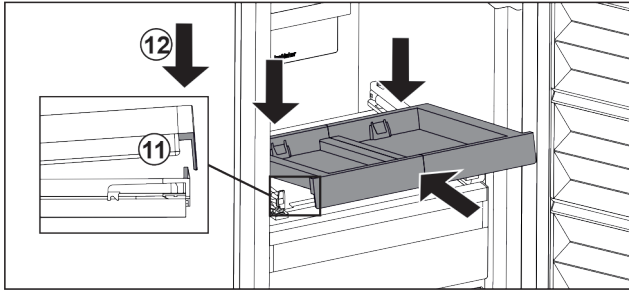

Fig. 173
- ▶ 倾斜推入。确保两侧的挡块位于卡舌后面。 Fig. 173 (11)
- ▶ 放下拉出式搁板前部。 Fig. 173 (12)